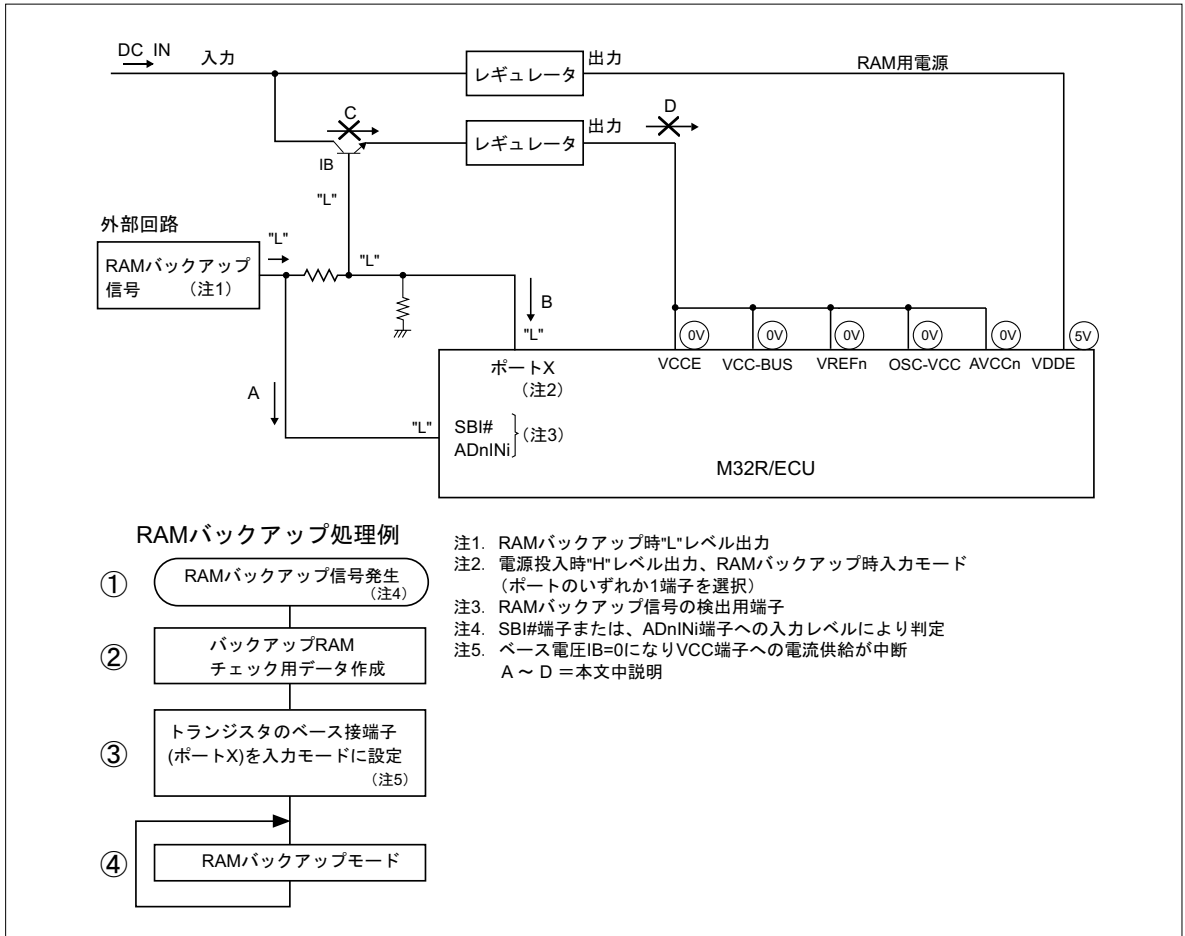
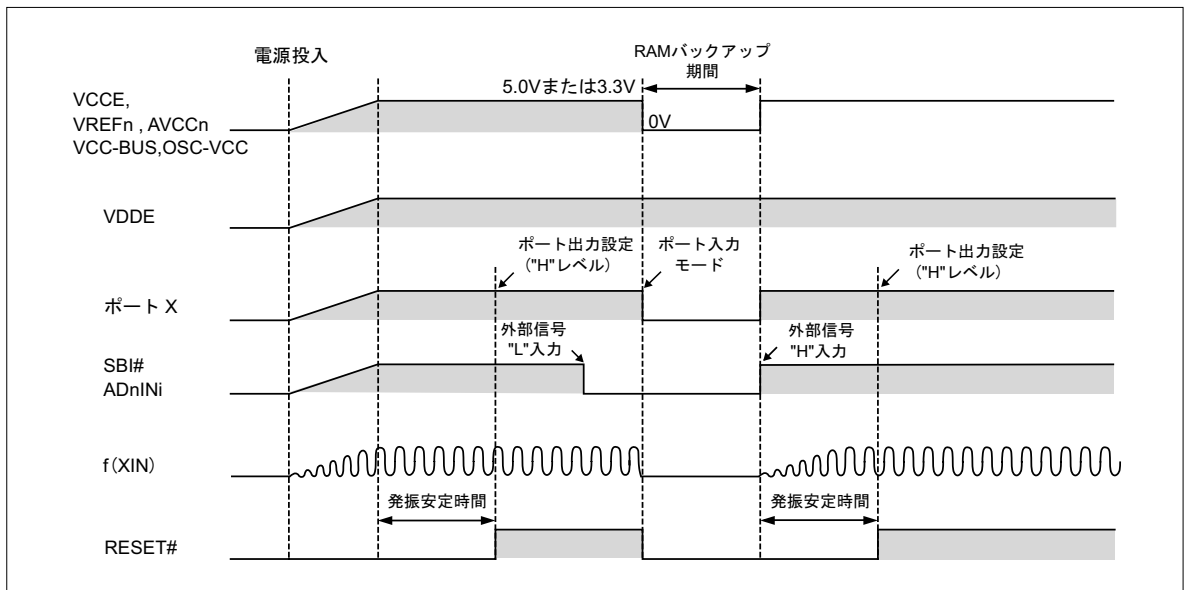

図17.3.3 低消費電力化時のRAMバックアップ時の状態
図17.3.4 低消費電力化のためのRAMバックアップシーケンス例
図17.3.3にRAMバックアップ時の状態を示し、図17.3.4にRAMバックアップシーケンスを示します。外部回路から"L"レベルが出力されるとSBI#端子またはADnINi端子へ"L"レベルが入力されます。これらの端子への"L"レベル入力、RAMバックアップ信号の発生となります(図17.3.3のA、)。RAMバックアップモードを有効にするためには、次の設定を行ってください。
- (1) RAMバックアップモードから通常モードに復帰したときに、RAMのデータが正常に保存されていたかのチェック用データを作成(図17.3.3の)
- (2) 低消費電力を実現するために、ポートX以外のプログラマブル入出力ポートをすべて入力モード(または出力モードで"L"レベル出力)に設定(図17.3.3の)
- (3) ポートXを入力モードに設定(図17.3.3のB、)
- この処置によってトランジスタのベース電圧IBが"L"レベルになり、VDDE端子以外の電源端子への電源供給が遮断(図17.3.3のC、D)
(1)~(3)の設定によってVDDE端子は3.0V~5.5V、その他の端子は0Vになり、M32R/ECUはRAMバックアップモードになります(図17.3.3の)